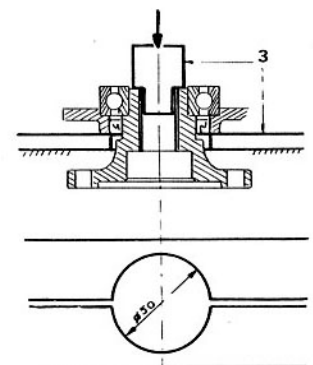

Fig. E9
- extraire le tourteau de sortie à l'aide de l'outillage n° 3 comme le montre la Fig. E9.